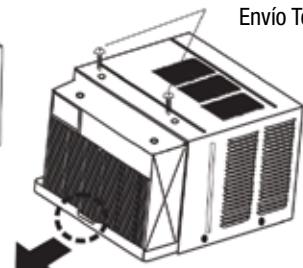

FIG. 5
7. Quite los tornillos de transporte de la parte superior de la unidad y también del lado de la base, si está instalado. (Vea la Fig. 5)